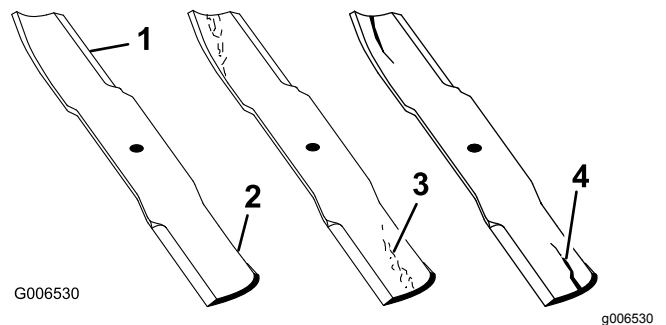

Figura 61
1. Inspeccione los filos de corte (Figura 61).
4. Si observa fisuras, desgaste o la formación de una ranura en esta zona, instale de inmediato una cuchilla nueva (Figura 61).